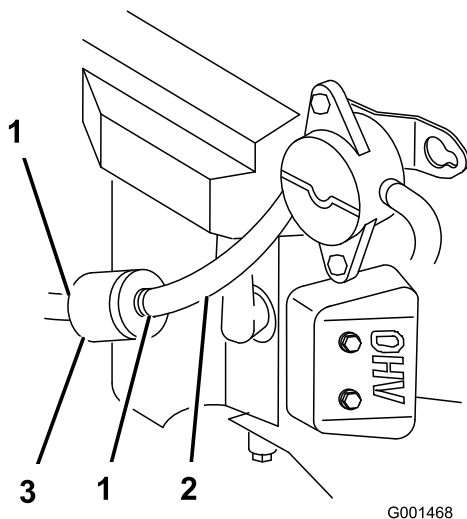

Figura 53
2. Limpe a zona em redor da tampa do depósito de combustível para impedir a entrada de detritos no depósito de combustível (Figura 53).
4. Aperte as pontas dos grampos da tubagem e afaste-as do filtro (Figura 53).